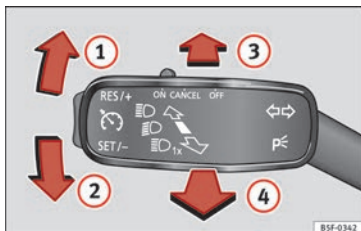

Fig. 131 Manípulo das luzes indicadoras de mudança de direção e dos máximos.
- Desloque o manípulo »» **Fig. 131** para cima ① ou para baixo ②.
- Pressione o manípulo »» **Fig. 131** para a frente no sentido da seta ③.
- Os máximos desligam-se quando o manípulo volta à sua posição original, no sentido da seta ④.
- Puxe o manípulo »» **Fig. 131** na direção do volante (ponto de pressão) no sentido da seta ④.
- Empurre o manípulo das luzes indicadoras de mudança de direção »» **Fig. 131** »» **Página 131** para cima ou para baixo – acendem-se as luzes de presença do lado direito ou esquerdo do veículo.